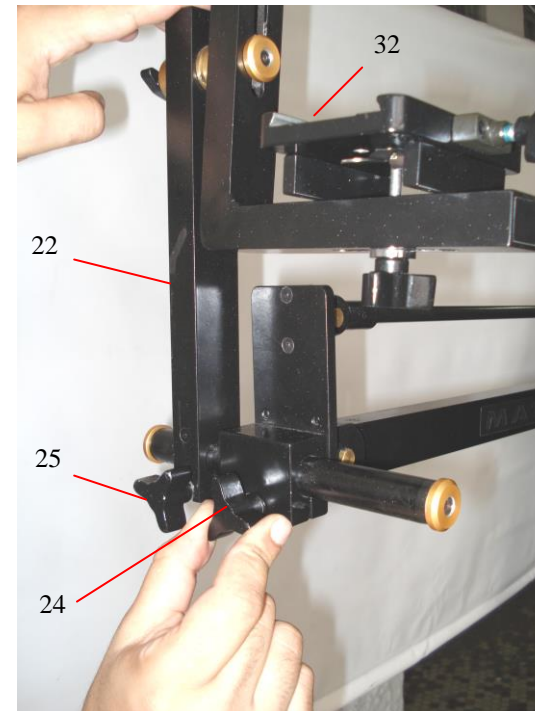

Figura 21: Regulagem da mesa universal.
d) Regulagem da mesa universal (figura 21).
- ✓ Ajustar a mesa universal (32) para que fique no plano horizontal (ângulo zero), afrouxando a borboleta do suporte posterior (24) ou a borboleta da haste posterior (25) e movendo a haste posterior (22).